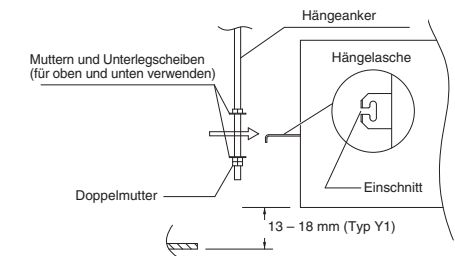

Abb. 3-5
- (3) Die drei Sechskantmutter und die beiden Unterlegscheiben (im Fachhandel erhältlich) auf jeden der vier Hängeanker schrauben. (Abb. 3-5) Je eine Mutter und eine Unterlegscheibe für die obere Seite, und zwei Muttern und eine Unterlegscheibe für die untere Seite verwenden, damit die Einheit nicht von den Hängevorsprüngen abrutschen kann.